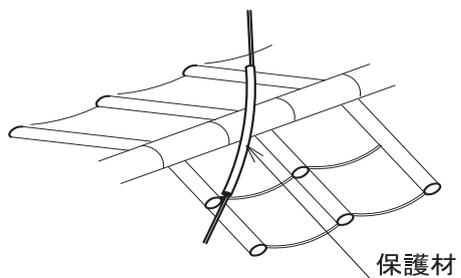

図 14
- 固定線が瓦等に接触する箇所には、必ず保護材を設置します。(14 ページ図 14,15 参照)